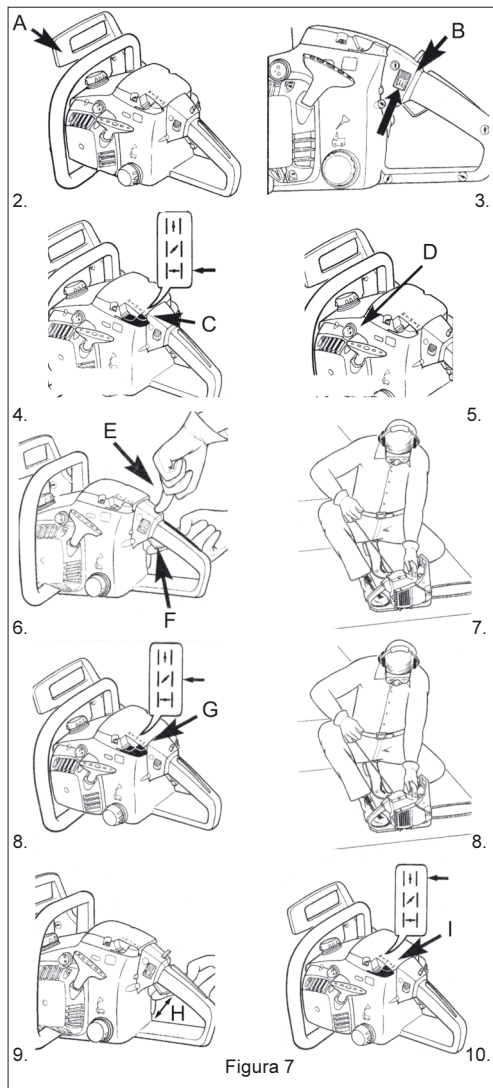

Figura 7
Avviamento a freddo (figura 7)
Il motore caldo viene avviato senza usare il comando dell'aria, vale a dire senza aprire la valvola a farfalla. Procedere come descritto al punto Avviamento a freddo, ma dalla posizione di avviamento "Metà" |x| (vedi figura 7).
1. Lasciare la leva dell'acceleratore (H, figura 7).
2. Spegnere l'accensione spostando il dispositivo rosso di arresto del motore verso il basso sulla posizione di „Stop” (B, figura 7).